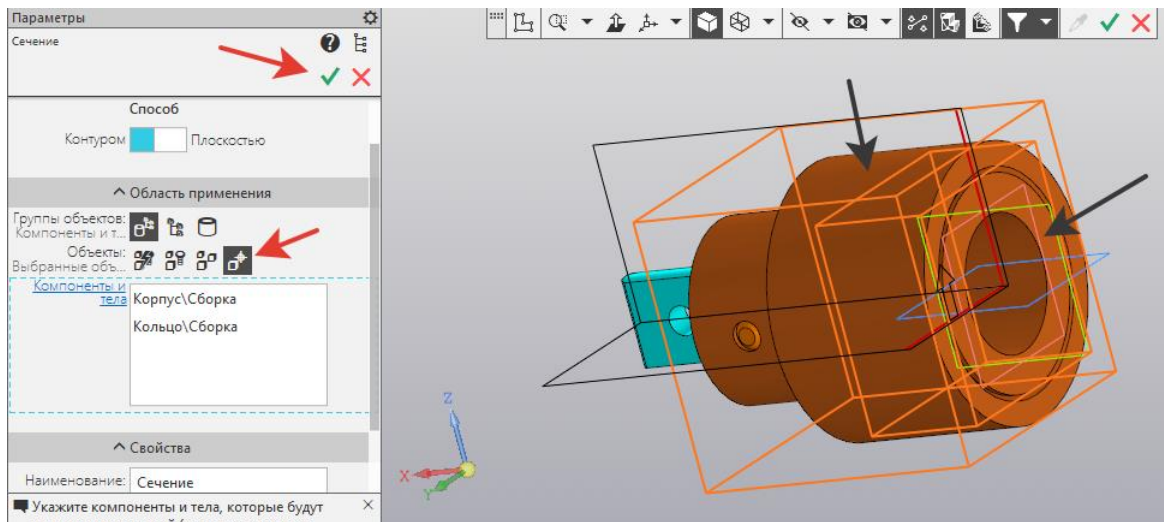

Рисунок 168.
3. Выбираем *Объекты* – *Выбранные объекты*. Указать *Корпус* и *Кольцо*. *Создать объект* (рисунок 168).